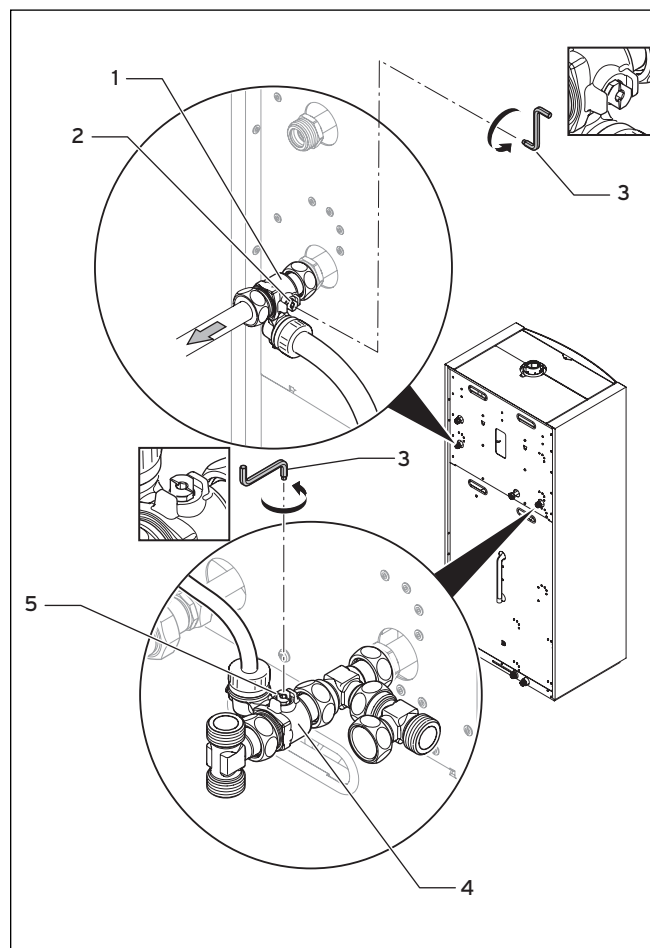

Abb. 7.5 Absperreinrichtungen am Heizungsvorlauf und Heizungsrücklauf öffnen
- Öffnen Sie die Absperreinrichtung (2) am Wartungshahn (1) des Heizungsvorlaufes mit einem Inbusschlüssel (3) (→ **Abb. 7.5**).
- Öffnen Sie die Absperreinrichtung (5) am Wartungshahn (4) des Heizungsrücklaufes mit einem Inbusschlüssel (3) (→ **Abb. 7.5**).